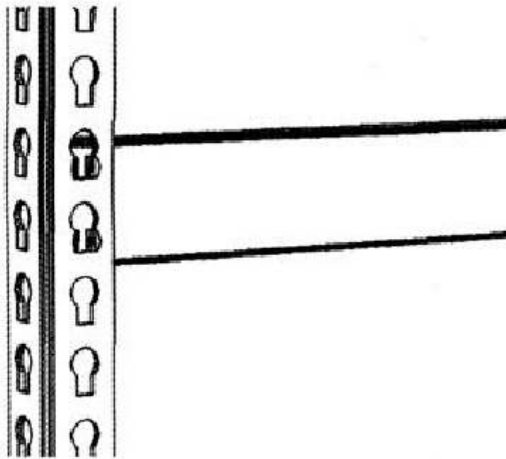

РИС. 2. Сборка стойки и стяжки
2. Взять сойку и металлическую стяжку, длина которой будет соответствовать длине стеллажа, и установить её на стойке на необходимой высоте, вставив «усы» стяжки в круглые отверстия стойки, а затем приложив усилия попустить её вниз до упора (рис. 2).